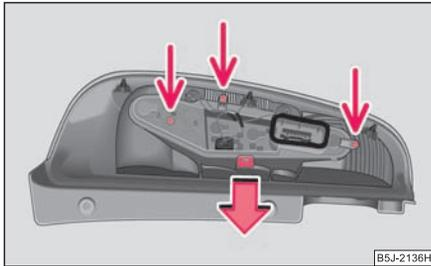

Abb. 214 Ausbau des Leuchtmittelteils
- Um die Lampen zu erreichen, schrauben Sie den Mittelteil der Leuchte ab und lösen Sie die Verrastung ⇒ Abb. 214.
- Schrauben Sie den Mittelteil der Leuchte am Gehäuse an ⇒ Abb. 214.